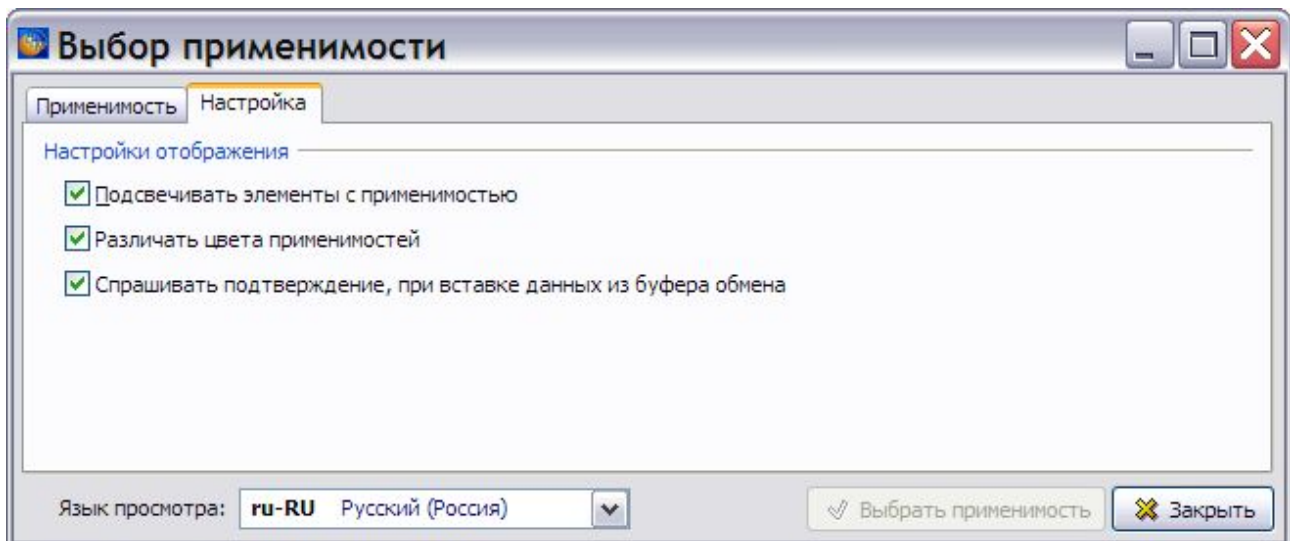

Рис. 10.20
3. Настройте отображение применимости, установив соответствующие флажки на вкладке **Настройка** (Рис. 10.20).